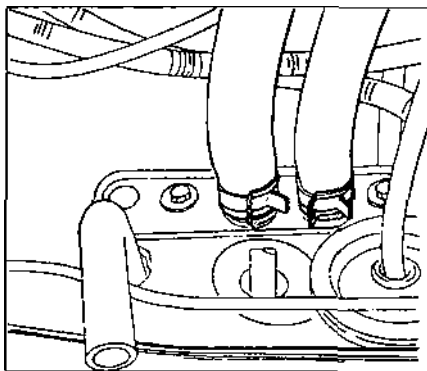

Рис. 9.22.
- Нажать на концы пружинных зажимов и переместить их вдоль шлангов радиатора отопителя (рис. 9.22).